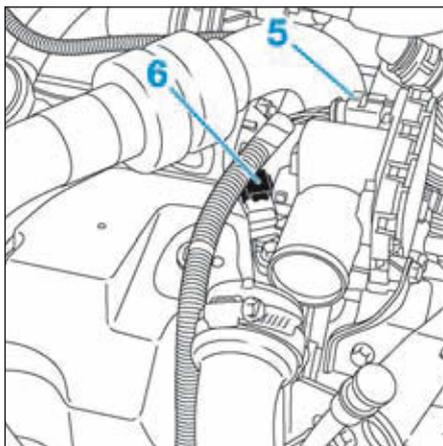

FIG.59
- Débrancher les connecteurs du volet d'admission (5) et du capteur de position d'arbre à cames (6) (Fig.59).